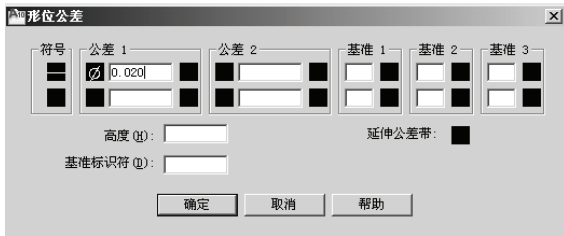

图 8-63 “形位公差”设定对话框
(1) 下达 TORLERANCE 命令，弹出图 8-63 所示的“形位公差”设定对话框。